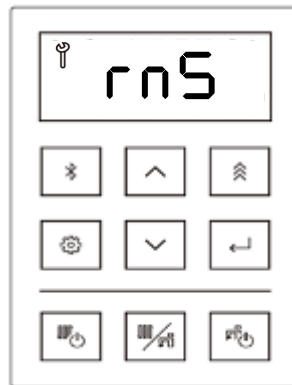

Figure 148
10. Après 60 minutes de rinçage, l'écran affiche « rns » (rinçage) (figure 148) et un signal sonore retentit.